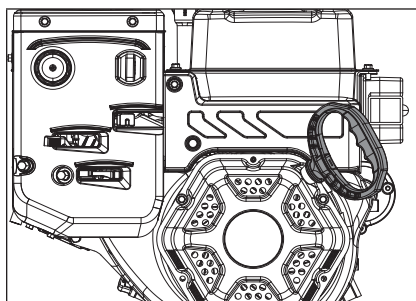

Figure 13
4. Tenez-vous à l'arrière de la machine, du côté droit, et tirez légèrement sur la poignée du démarreur jusqu'à ce que vous sentiez une légère résistance, puis donnez un coup sec. Retournez doucement la poignée du démarreur (fig. 13).